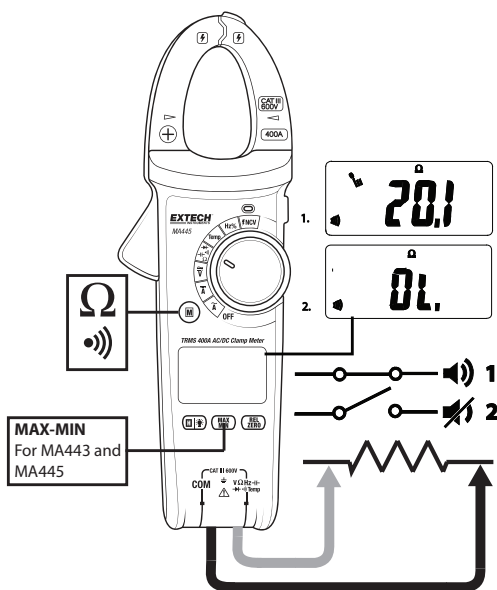

Fig. 7 – Misurazioni della resistenza e della continuità
3. Inserire la spina a banana del puntale da test nero nel jack (COM) negativo. Inserire la spina a banana del puntale da test rosso nel jack (Ω) positivo. Si veda la Fig. 7.
3. Inserire la spina a banana del puntale nero nel jack (COM) negativo. Inserire la spina a banana del puntale da test rosso nel jack (Ω) positivo. Si veda la Fig. 7 sopra.